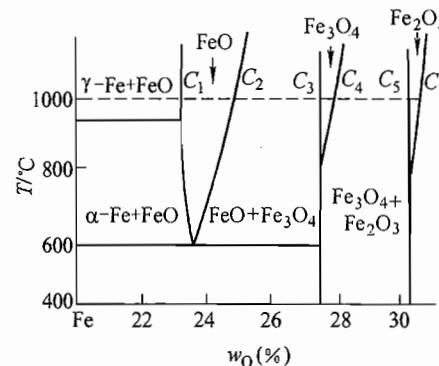

图 25-1 第二题第 5 小题图
- 拉伸单晶铜，拉力轴方向为 [001]， $\sigma = 10^6\text{Pa}$ 。求在 (111) 面上一个  $b = \frac{a}{2}$  [101] 的螺位错线所受的力（已知铜的点阵常数  $a = 0.36\text{nm}$ ）。
5. 利用 Fe-O 相图（见图 25-1），分析纯铁在 1000℃ 氧化时，氧化层内的组织与氧浓度分布规律，画出示意图。